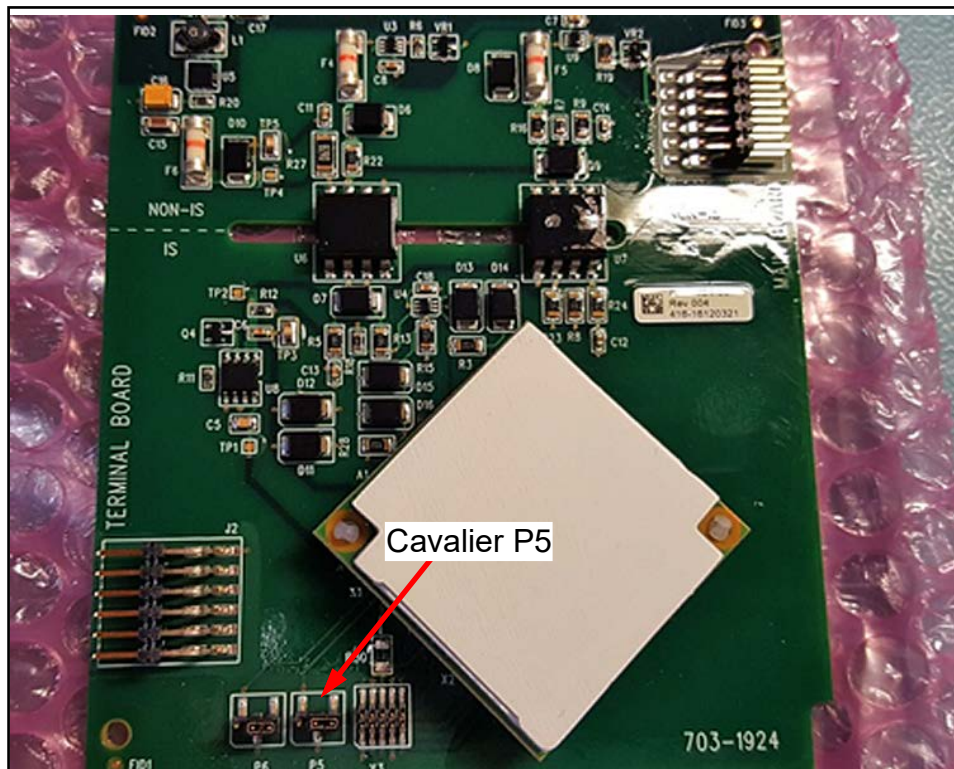

Figure 79 : P5 sur XMT1000 PCB
2. Repérez le jumper P5 (voir *Figure 79* ci-dessous).